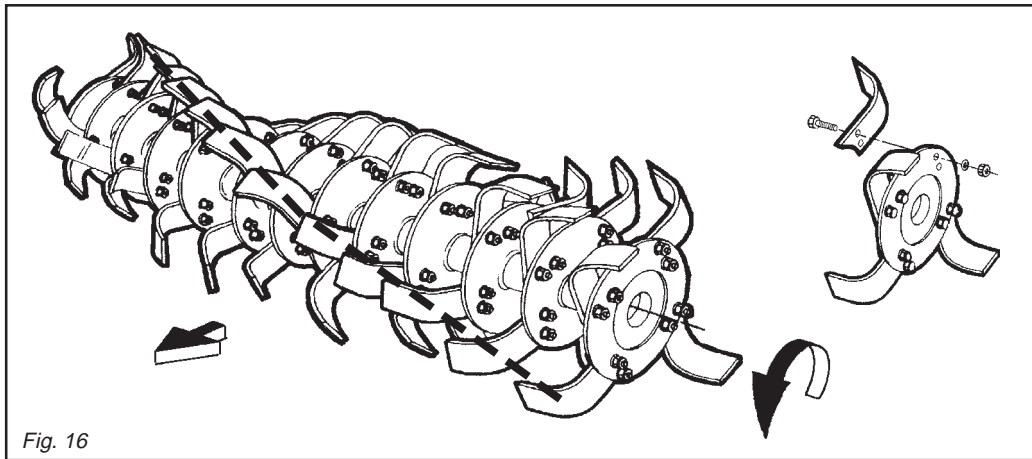

Fig. 16
grità. Qualora durante il lavoro dovesse per cause accidentali piegarsi (o rompersi) è necessario sostituirle immediatamente avendo l'accortezza di rimontare la nuova zappetta nella identica posizione di quella da sostituire (Fig. 16). Se fosse necessario sostituire più zappette, è consigliabile effettuare le operazioni di smontaggio e montaggio, sempre una zappetta alla volta, per evitare così errori di posizione. Le zappatrici sono normalmente equipaggiate con 4 zappette per flangia. È possibile però, quando il terreno è abbastanza secco e/o si vuole ottenere un elevato sminuzzamento del terreno, montare 6 zappette per flangia.
**I bulloni che fissano le zappette devono avere la testa dalla parte delle zappette e il dado con relativa rondella dalla parte della flangia (Fig. 16). Rispettare i valori delle coppie di serraggio come indicato in tabella.**
Se si devono sostituire le zappette, fare attenzione che le nuove assumano la posizione di quelle smontate (Fig. 16).
*Remember to mount the new hoe blade in exactly the same position as the old one (Fig. 16). If several hoe blades must be replaced, it is advisable to remove and assemble one hoe blade at a time in order to prevent positioning errors.*
**The heads of the bolts fixing the hoe blades in place must be on the side of the hoe blades themselves, while the nut with relative washer must be on the flange side (Fig. 16).**
*If the hoe blades must be changed, remember to set the new blades in the same positions as the demounted ones (Fig. 16).*
zu beachten, daß man das neue Hackmesser an der gleichen Stelle montiert, an der sich das beschädigte befand (Abb. 16). Sollten gleich mehrere Hackmesser zu ersetzen sein, sollte man jeweils ein Hackmesser ein- und ausbauen, um eine falsche Einbauposition zu vermeiden.
**Die Schrauben, mit denen man die Hackmesser befestigt, müssen den Kopf auf der Seite des Hackmessers und die Mutter mit der Unterlegscheibe auf der Flanschseite haben (Abb. 16) Die Werte des Abzugsmoments beachten, das in der Tabelle angegeben ist.**
Wenn man die Hackmesser ersetzen muß, darauf achten, daß die neuen in der Position der ersetzten am Hackstern angebracht werden (Abb. 16).
*tion de celui à remplacer (Fig. 16). S'il faut remplacer plusieurs couteaux, démontez et montez toujours un couteau à la fois, pour éviter des erreurs de position.*
**Les boulons de fixation des couteaux doivent avoir la tête côté couteau et l'écrou avec la rondelle côté flasque (Fig. 16).**
*En cas de remplacement des couteaux, veillez surtout à ce que les nouveaux couteaux occupent les positions de ceux démontés (Fig. 16).*
prestando atención de montar la nueva azadilla en la idéntica posición de la precedente (Fig. 16). Si es necesario sustituir varias azadillas aconsejamos efectuar las operaciones de desmontaje y montaje siempre una azadilla a la vez, para evitar errores de posición. Las binadoras presentan de serie 4 azadillas por brida. Es posible sin embargo cuando el terreno es seco, montar 6 azadillas por brida.
**Los bulones que fijan las azadillas deben tener la cabeza de la parte de las azadillas y la tuerca con la relativa arandela de la parte de la brida (Fig. 16).**
**Respetar los valores de los pares de torsión según lo indicado en las tablas.** Cuando sustituimos azadillas respetar la posición de las azadillas desmontadas (Fig. 16).